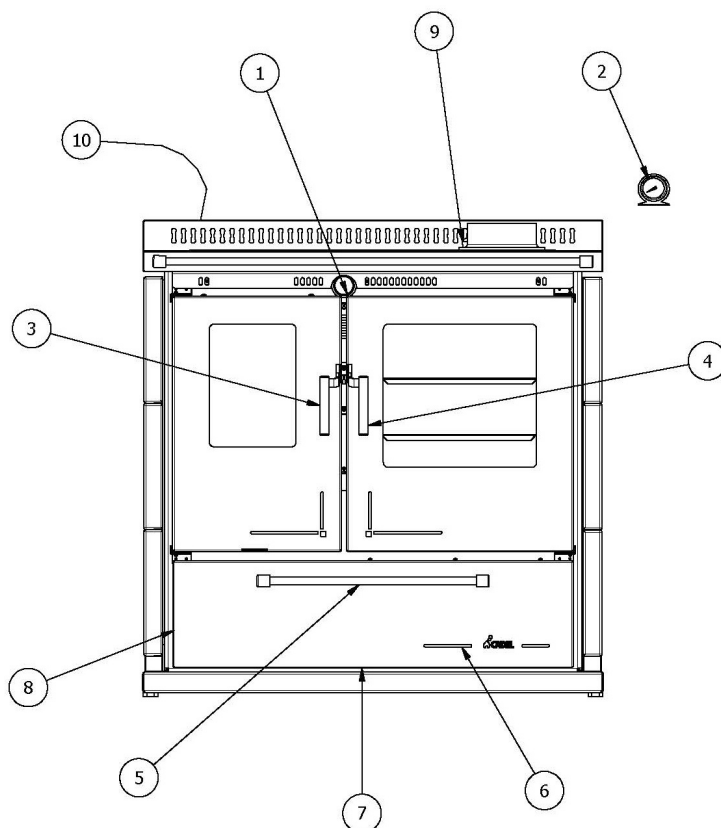

Fig. 26 - Ubicazione comandi
LEGENDA Fig. 26 a pag. 26
- Sopra al cassetto raccolta cenere c'è una 'rosetta' (vedi **Fig. 26 a pag. 26**) la quale permette l'immissione di aria supplementare secondaria utile all'accensione oppure a ravvivare il fuoco per cucinare (la temperatura dell'acqua non deve superare i 90°).